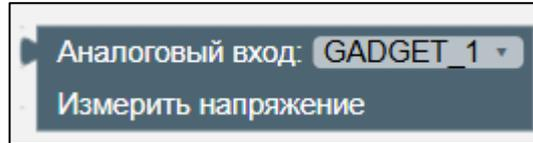

Рисунок II-44 – Блок «Аналоговый вход. Измерить напряжение»
6. Блок «Аналоговый вход. Измерить напряжение» (см. Рисунок II-44).